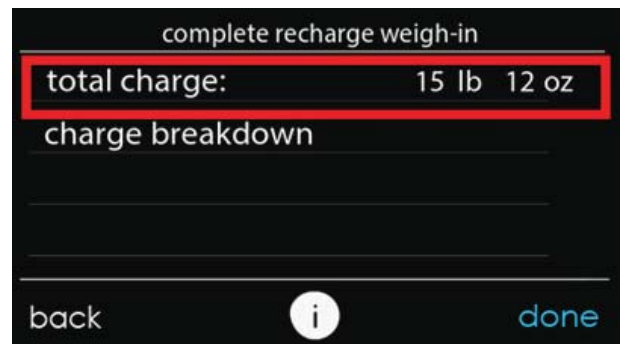

Fig. 21 – Charge totale requise pour une charge complète ^{A200039}
14. S'il s'agit d'une recharge complète, sélectionnez « complete recharge » (recharge complète) à l'écran « charging mode selection » (sélection du mode de charge). Cet écran affiche la charge totale à ajouter pour le serpentín intérieur, les conduites et l'unité extérieure (voir la Fig. 21). L'écran « charge breakdown » (répartition de la charge) indique la charge requise pour chaque composant du système.